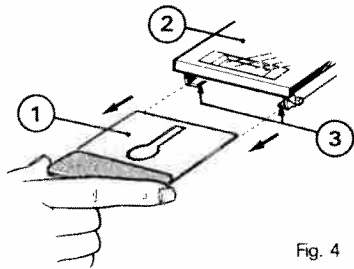

Fig. 4
2. L'enveloppe protectrice de micro-disquette (1) insérée dans les guides (3) du volet porte-micro-disquettes (2) (figure 4).
- Appuyer sur la touche « EJECT » pour ouvrir le volet (2).
- Retirer l'enveloppe protectrice de micro-disquette (1) (figure 4).